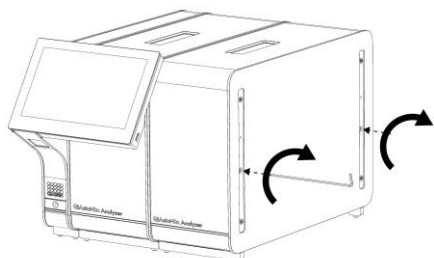

Figura 16. Alinhando e anexando o Módulo analítico adicional.
4. Alinhe o Módulo analítico adicional com o Módulo analítico existente. Aperte os parafusos com a Ferramenta de montagem do Módulo analítico-operacional fornecida com o QIAstat-Dx Analyzer 1.0 (Figura 16, página seguinte).